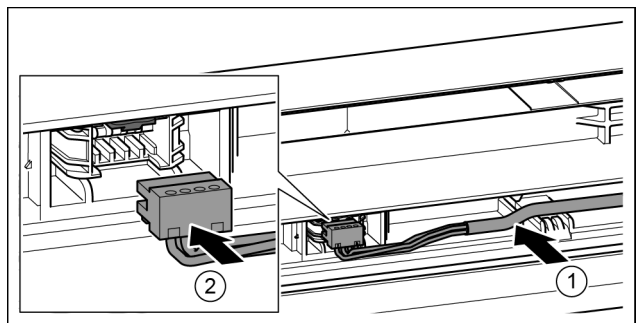

Fig. 38
- ▶ Вставте сірий кабель в направляючу в верхніх дверцятах. Fig. 38 (1)
- ▶ Зафіксуйте штекер. Fig. 38 (2)